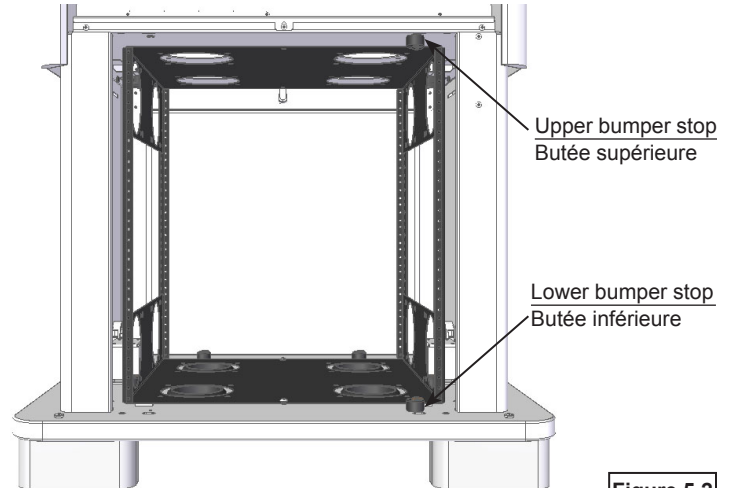

Figure 5.2
2. Remove the upper and lower bumper stops with a 4mm hex wrench. **Figure 5.2.**
5. Retirer les butées supérieure et inférieure au moyen d'une clé hexagonale de 4 mm. **Figure 5.2.**